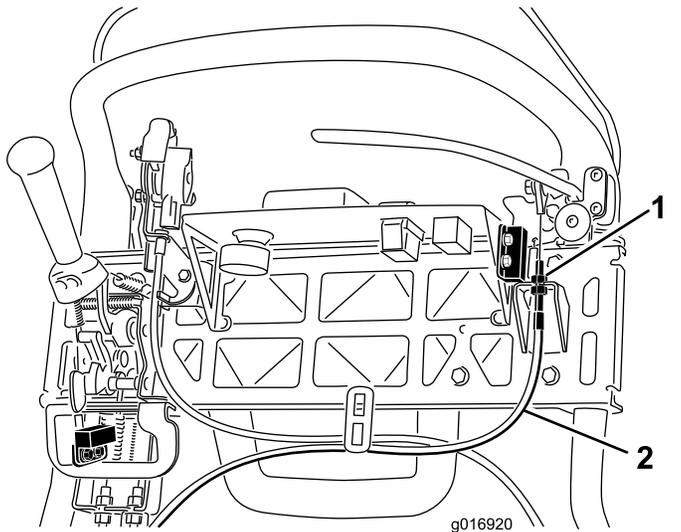

Рисунок 44
3. Для увеличения натяжения троса ослабляйте верхнюю зажимную гайку троса и затягивайте нижнюю зажимную гайку троса (Рисунок 44) до тех пор, пока усилие на рукоятке рычага тормоза, требуемое для отпускания фиксатора стояночного тормоза, не составит 156 Н. Во избежание прихватаывания ленточного тормоза не допускайте чрезмерного натяжения троса.